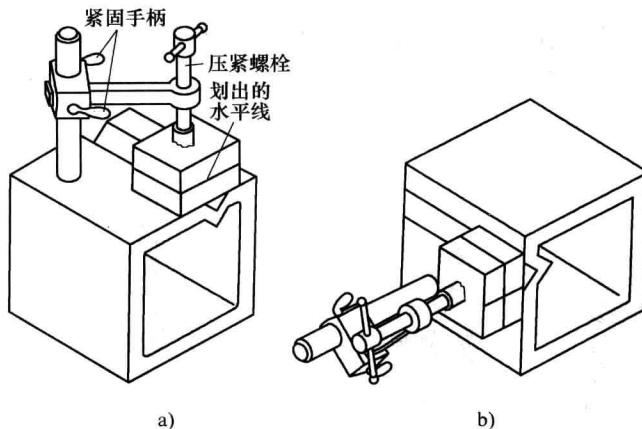

图 1-9 用方箱夹持工件
1) 方箱。方箱如图 1-9 所示, 是用铸铁制成的空心立方体, 它的六个面都经过精加工, 其相邻各面互相垂直。方箱用于夹持、支承尺寸较小而加工面较多的工件。通过翻转方箱, 便可在工件的表面上划出互相垂直的线条。